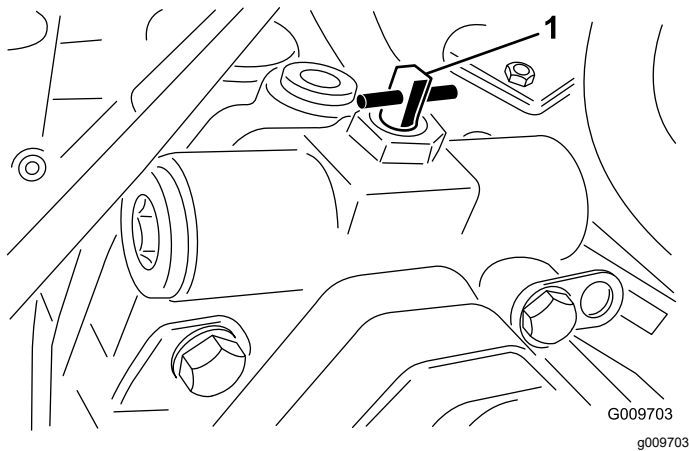

Figura 90
7. Abra la válvula de desvío de remolcado de la bomba de tracción girándola 90° (¼ de vuelta) en cualquier sentido (Figura 90).
2. Abra la válvula de desvío de remolcado de la bomba de tracción girándola 90° (¼ de vuelta) en cualquier sentido (**Figura 90**).